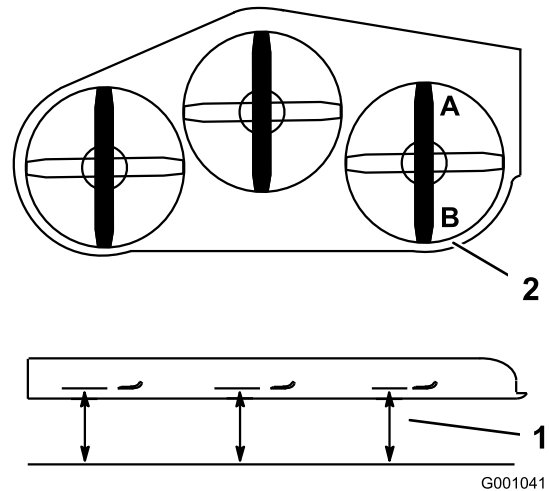

Figure 84
1. Tournez la lame droite dans le sens longitudinal (Figure 84).
2. Mesurez la distance au point **A** entre la surface plane et le tranchant de la pointe de la lame droite (Figure 84).
4. Mesurez la distance au point **B** entre la surface plane et le tranchant de la pointe de la lame droite (Figure 84).
6. La lame doit être plus basse de 6 à 10 mm ($\frac{1}{4}$ à $\frac{3}{8}$ po) au point **A** qu'au point **B** (Figure 84). Si ce n'est pas le cas, passez aux opérations suivantes.